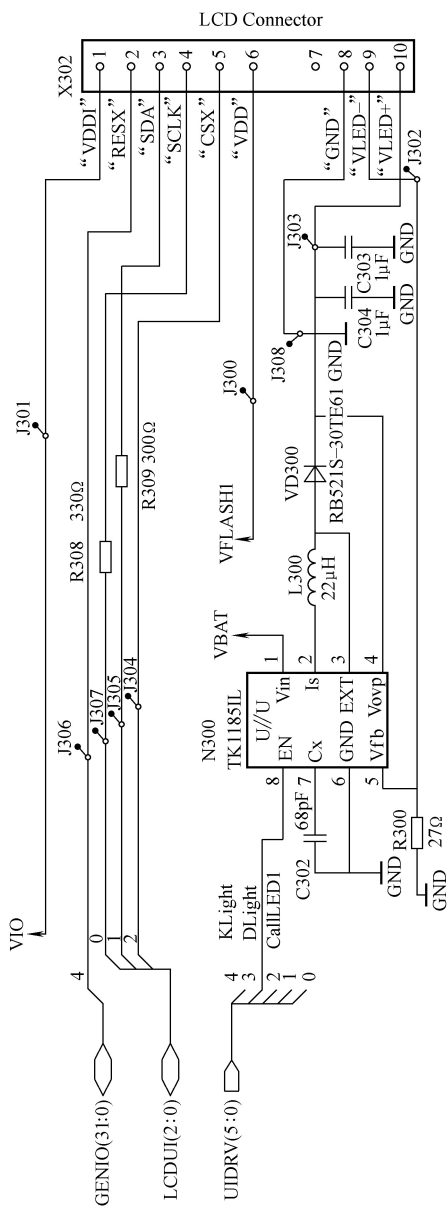

图 4-41 诺基亚 6610 手机普通 TFT-LCD 显示屏电路的结构
但不同的手机，其显示屏电路的组成结构不是完全相同的：有的显示接口是单独的显示屏接口，一般直板手机较多；有的显示接口和其他功能接口是组合在一个大的接口上，这种接口在电路分析时，要分别进行，主要接口的哪一些是与显示有关的，这种接口一般用于翻盖手机中。正因为接口不同，因此其工作原理也就不同。如图 4-41 所示，为诺基亚 6610 手机普通 TFT-LCD 显示屏电路的结构，它采用单独的显示屏接口。
① 英文符号的含义。下面，我们对图 4-41 中重要的英文符号的含义作一简要的了解。
② 电路中的元器件。下面,我们对图 4-41 中关键的电路元器件作一简要的了解。
2) 普通 TFT-LCD 显示屏手机显示电路的工作原理。我们参考图 4-41, 主要就显示接口部分的工作原理作具体的了解。